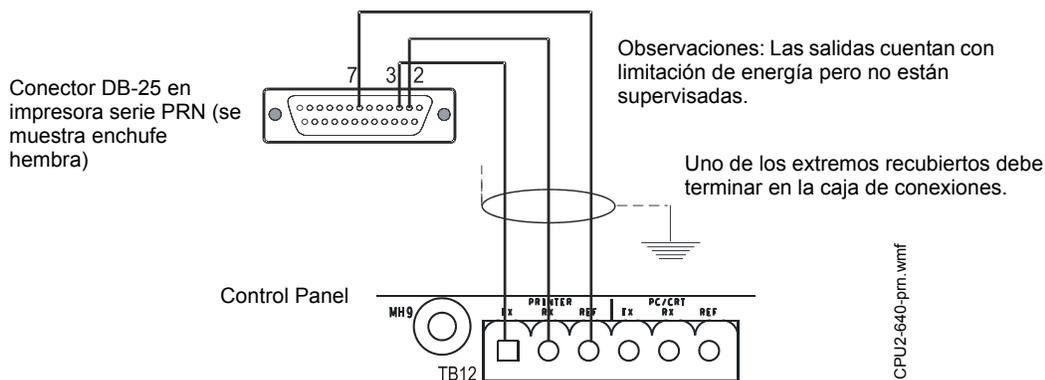

Figura 3.26 Conexiones de impresora remota
1. Conecte los tres (3) contactos abiertos del cable personalizado al bloque del terminal TB12 en el panel de control, tal como se muestra en la figura 3.26.